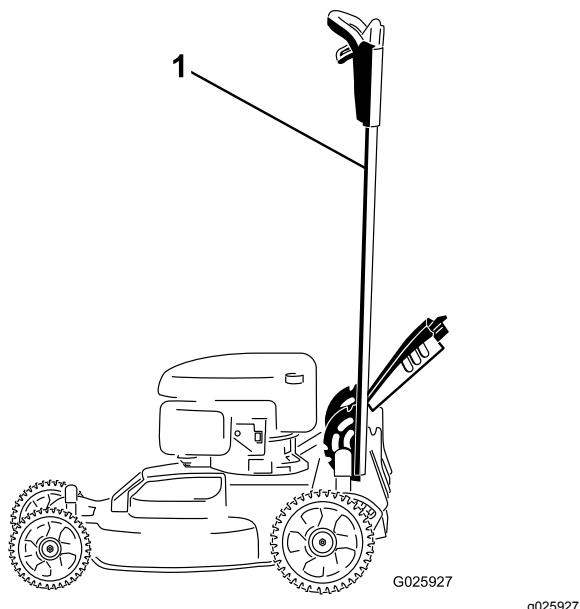

Figura 37
1. Bloquee el manillar en la posición vertical (Figura 37); consulte Ajuste de la altura del manillar (página 14).